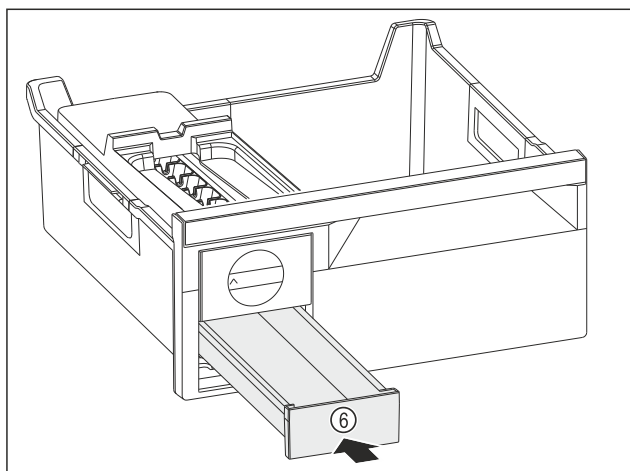

Fig. 83
- Insérer le compartiment à glaçons Fig. 83 (6).